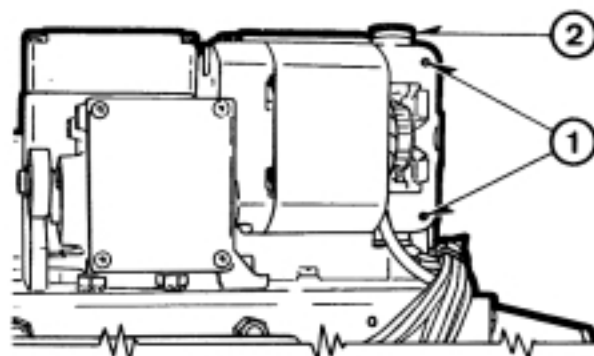

Fig. 16
Per effettuare le suddette operazioni è necessario (fig. 16): togliere le connessioni di alimentazione. Per controllare il collettore, svitare le viti inserite nei fori (1) indi togliere la protezione metallica del collettore.
To carry out the above operations it is necessary (fig. 16) to disconnect the supply cables.